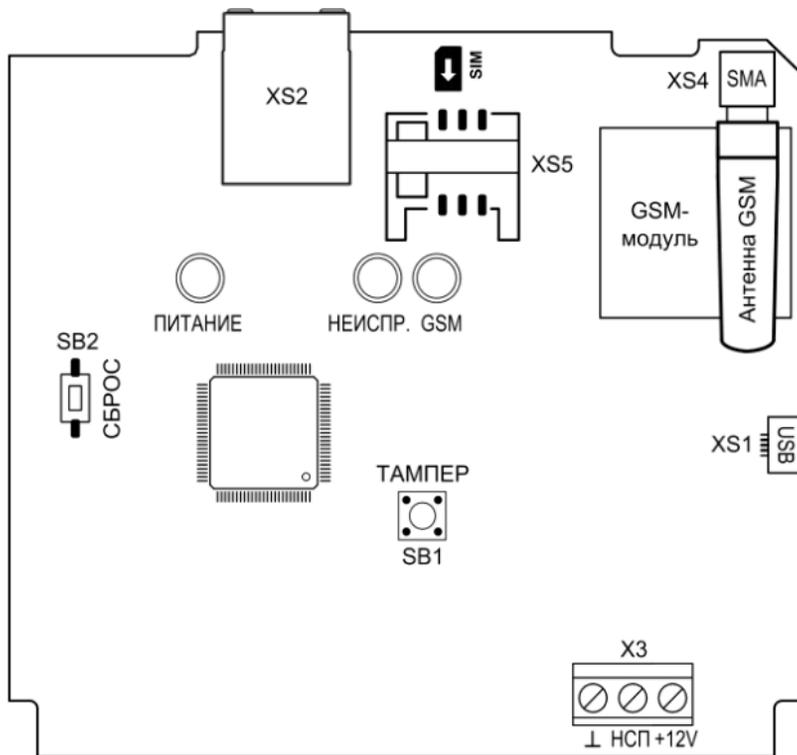
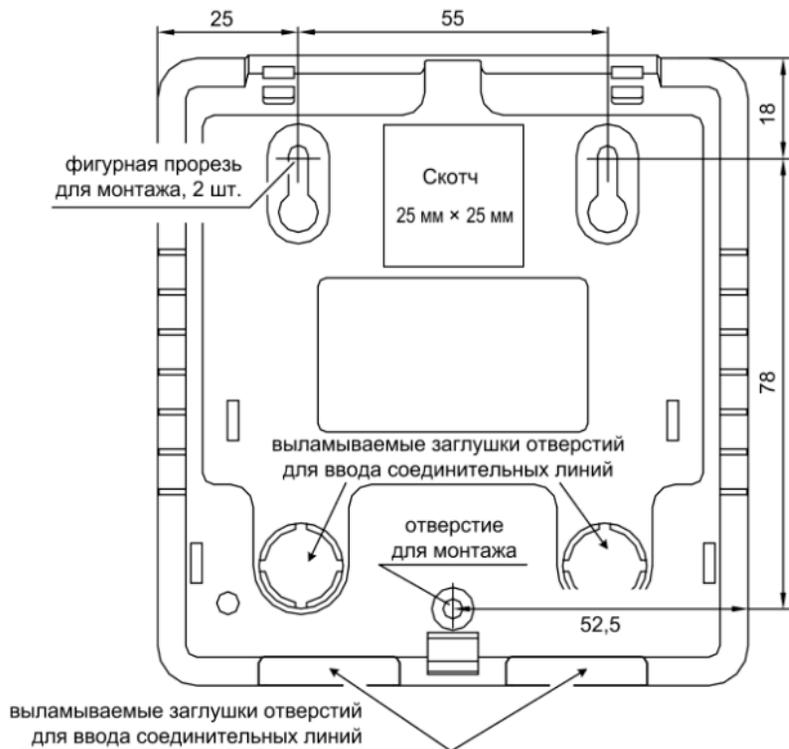

Рис.1 Плата ретранслятора
Рис.2 Задняя стенка. Расположение отверстий для монтажа.
Электропитание ретранслятора должно осуществляться от внешнего источника бесперебойного электропитания +12 В (далее – ИЭ) или через вход microUSB + 5 В (основной и резервный вводы электропитания, соответственно). Для подключения ИЭ предназначен клеммник ХЗ на плате ретранслятора (рис.1). Входные клеммы «+12V» и «L» предназначены для подключения напряжения +12 В, клеммы «НСП» (неисправность) и «L» – для подключения выхода «Неисправность ИЭ», схема подключения – см. рис.А1. Отсутствие «земли» на клемме «НСП» воспринимается прибором как состояние «Неисправность ИЭ».
Конструктивно прибор состоит из крышки с панелью индикации, основания и платы (рис.1). Крышка и плата крепятся на основании при помощи защёлок. В основании предусмотрены отверстия для монтажа и выламываемые заглушки отверстий для ввода соединительных линий (рис.2).
На плате ретранслятора (рис.1) расположены:
2. Убедитесь, что антенна GSM установлена или установите антенну (рис.1).